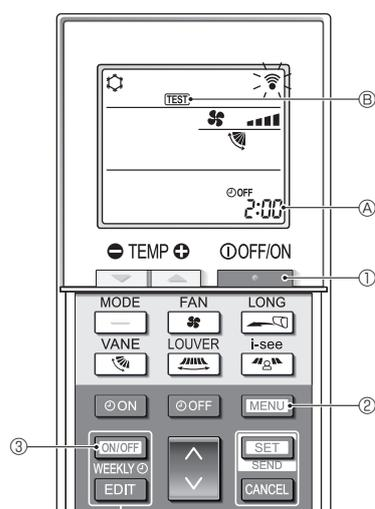

Fig. 7-5
■ Essai de fonctionnement (Fig. 7-5)
- Appuyez sur le bouton **ON/OFF** ① pour arrêter le climatiseur.
- Si la minuterie hebdomadaire est activée (**WEEKLY** est affiché), appuyez sur le bouton **ON/OFF WEEKLY** ③ pour la désactiver (**WEEKLY** disparaît).
- Appuyez sur le bouton **MENU** ② pendant 5 secondes.
- Appuyez sur le bouton **MENU** ②.
- TEST** ⑥ s'allume et l'appareil entre en mode essai de fonctionnement.